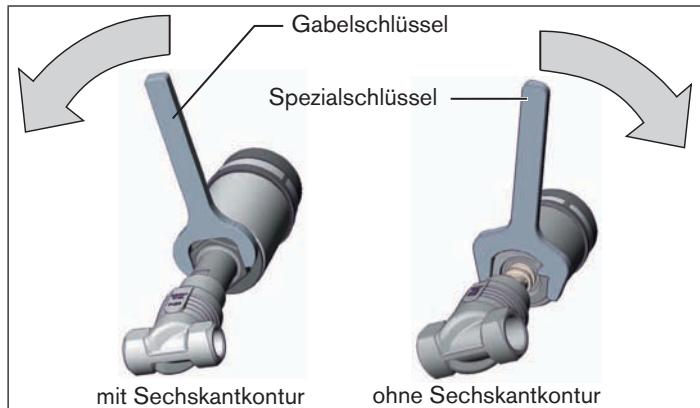

Bild 18: Drehen mit Gabelschlüssel / Spezialschlüssel
- Den Antrieb **nur im vorgegebenen Richtungssinn** drehen (siehe „Bild 18“)!